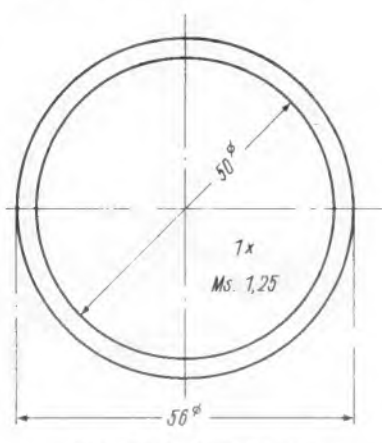

Bild 9. Ring für das Schutzgitter
M2-Schrauben am Gehäuse befestigt. Für den Vorderdeckel benötigen wir noch ein Schutzgitter. Wir fertigen einen Ring nach Bild 9 an; dieser wird gut verzinkt. Ein nicht zu kleinmaschiges Metallgitter wird leicht hohlgebogen und auf den Ring gelötet. Aus 0,5 mm starkem Pertinax schneiden wir einen gleichen Ring aus. Auf diesen kleben wir ein Stück Seide.
- 1 Ring mit Schutzsieb Bild 9